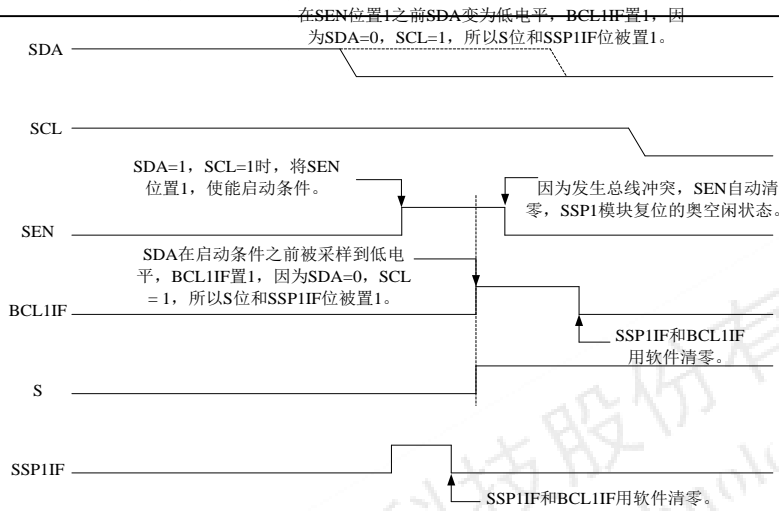

图25-33: 启动条件期间的总线冲突（仅用于SDA）
- 在启动条件开始时，SDA或SCL被采样为低电平（图25-33）。
- MSSP1模块复位为空闲状态（图25-33）。